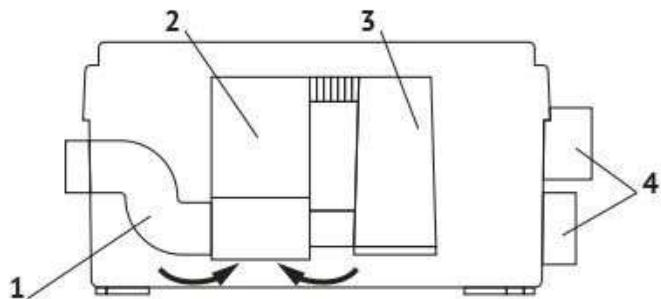

Рис. 2
Сточная вода из раковины и душа через боковые входы (4) поступает в накопительный бачок канализационной насосной станции (рис. 2). По мере заполнения бачка, жидкость давит на мембранный механизм автоматического включения/выключения (3), который запускает насос (2).